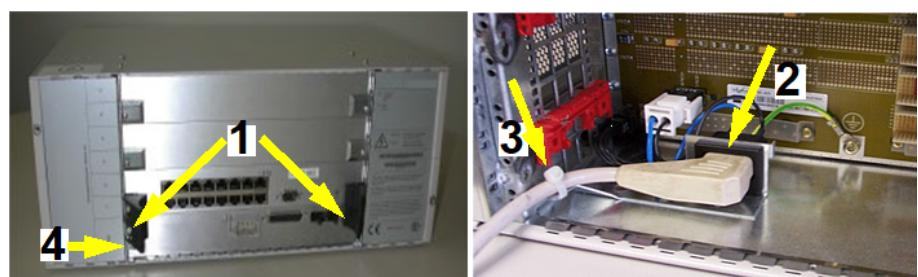

**Figura 134: Sistema de corrente alternada OpenScape 4000**
- 3) Passe o cabo (1) através da ranhura de metal (2) no bastidor (ver Figura 134: Sistema de corrente alternada OpenScape 4000 na página 149) até à unidade de base (Base Unit, BAU) abaixo do bastidor do módulo CSPCI/EcoServer.
- 4) Prender o cabo do alimentador com fixadores de cabos (3) nas ranhuras de metal.